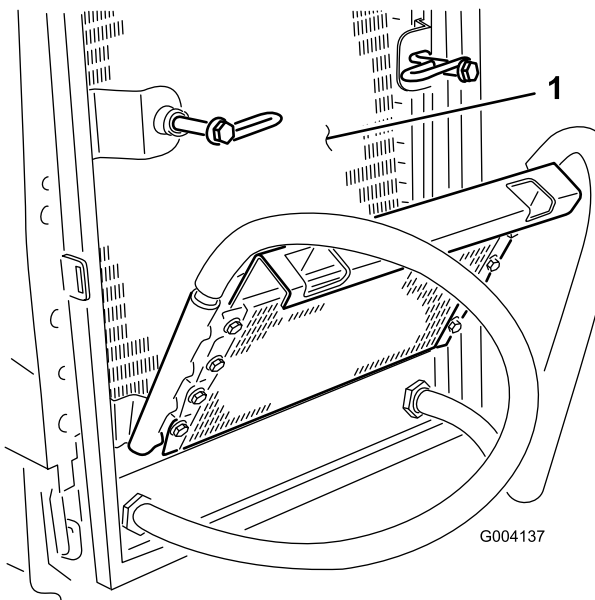

Figure 58
7. Nettoyez le radiateur à l'air comprimé basse pression 3,45 bar appliqué du côté ventilateur (n'utilisez pas d'eau). Répétez la procédure par l'avant du radiateur puis recommencez du côté ventilateur. Nettoyez soigneusement les deux côtés du refroidisseur d'huile. Après avoir nettoyé soigneusement le radiateur et les refroidisseurs d'huile, enlevez les débris éventuellement accumulés sur d'autres parties de la machine (Figure 58) à l'air comprimé.